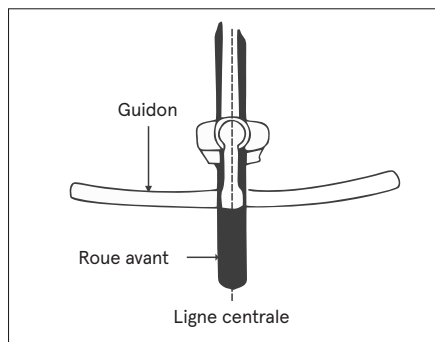

Fig. 13
2. Aligned la potence du guidon avec la roue avant (voir Fig. 13).
2. Aligned la potence du guidon avec la roue avant (voir Fig. 13). Serrez fermement le(s) boulon(s) de la potence. Remarque : certains modèles nécessitent une clé hexagonale de 6 mm. (Couple de serrage : 18N.m ou 14foot lbs. torque).
4. Assurez-vous que votre ensemble guidon et potence est correctement serré avant de rouler. Le guidon et la potence ne doivent pas tourner dans la potence vers le haut ou le bas ou dans la fourche de gauche à droite (Fig. 13).